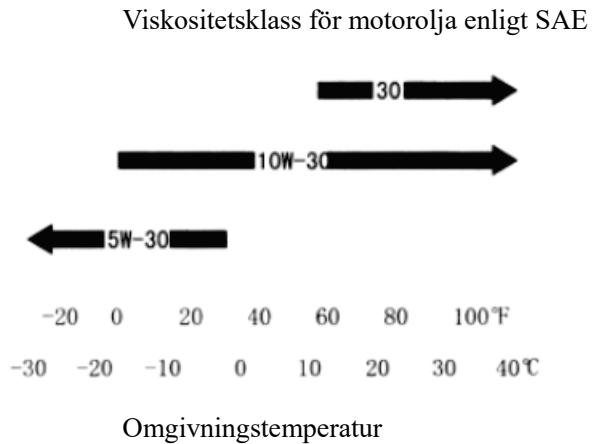

Fig. 4
4.3.3 Den rekommenderade omgivningstemperaturen för maskinen är -15 °C–40 °C. Vi rekommenderar SAE 10W-30 motorolja som motsvarar API-klass SE, SF, och SG. Fig. 4 nedan visar viskositetsklasser för motorolja enligt SAE.
d. Placera bensinmotorn horisontellt och fyll på rekommenderad motorolja till maxmarkeringen på oljemätstickan. Oljetypen som ska fyllas på framgår av fig. 4 ovan.